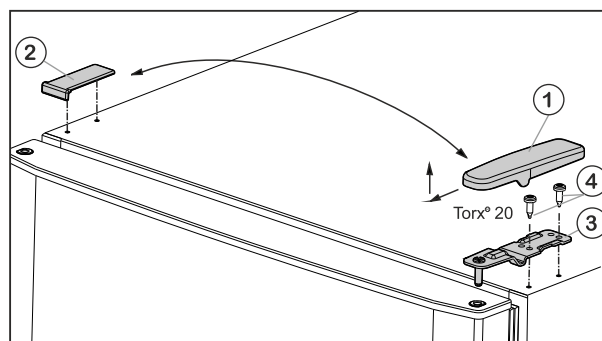
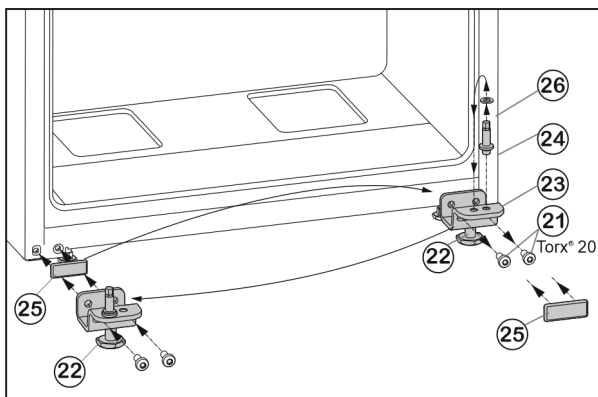

Fig. 5
Fig. 7
- ▶ Kryt Fig. 5 (1) odoberte smerom dopredu a hore.
- ▶ Kryt Fig. 5 (2) nadvihnite.
- ▶ Hornú ložiskovú konzolu Fig. 5 (3) odskrutkujte (2 krát Torx® 20) Fig. 5 (4) a odoberte smerom hore.
- ▶ Vyskrutkujte upevňovacie skrutky Fig. 7 (21).
- ▶ Kompletnú ložiskovú konzolu dole Fig. 7 (23) odoberte spolu s ložiskovým čapom Fig. 7 (24), podložkou Fig. 7 (26) a nastaviteľnou nohou Fig. 7 (22).
- ▶ Ložiskový čap Fig. 7 (24) kompletne spolu s podložkou Fig. 7 (26) vyskrutkujte, premiestnite ho do protiláhleho otvoru uloženia ložiskovej konzoly a znovu ho pevne priskrutkujte.
- ▶ Opatrne odnímate kryt Fig. 7 (25) a premiestnite ho na opačnú stranu.
- ▶ Ložiskovú konzolu dole Fig. 7 (23) kompletne spolu s ložiskovým čapom Fig. 7 (24), podložkou Fig. 7 (26) a nastaviteľnou nohou Fig. 7 (22) znovu naskrutkujte na novú stranu závesu, príp. ju znovu pomocou akumulátorového skrutkovača **pevne utiahnite (4 Nm)**.
- ▶ Spodné dvere nasadte zhora na ložiskový čap Fig. 7 (24).
- ▶ Ložiskovú konzolu v strede (13) otočenú o 180° nasadte do spodných dverí a pomocou upevňovacích skrutiek (11) (2x Torx® 20) ju znovu pevne naskrutkujte na novú stranu závesu (4 Nm).
- ▶ Opäť nasadte plastovú podložku (10).
- ▶ Vrchné dvere nasadte na ložiskovú konzolu v strede (13).
- ▶ Vrchnú ložiskovú konzolu Fig. 5 (3) nasadte na novej strane závesu do dverí.
- ▶ Hornú ložiskovú konzolu **pevne (pomocou krútiaceho momentu 4 Nm)** priskrutkujte (2x Torx® 20) Fig. 5 (4). V prípade potreby použite akumulátorový skrutkovač.
- ▶ Kryt Fig. 5 (1) nasadte na opačnú stranu zvonka a zaklapnite.
- ▶ Kryt Fig. 5 (2) nasadte vždy na opačnú stranu zhora a zaklapnite.
- ▶ Vytočte nastaviteľnú nohu Fig. 7 (22) na ložiskovej konzole dole Fig. 7 (23), pokiaľ nedosadá na podlahu.